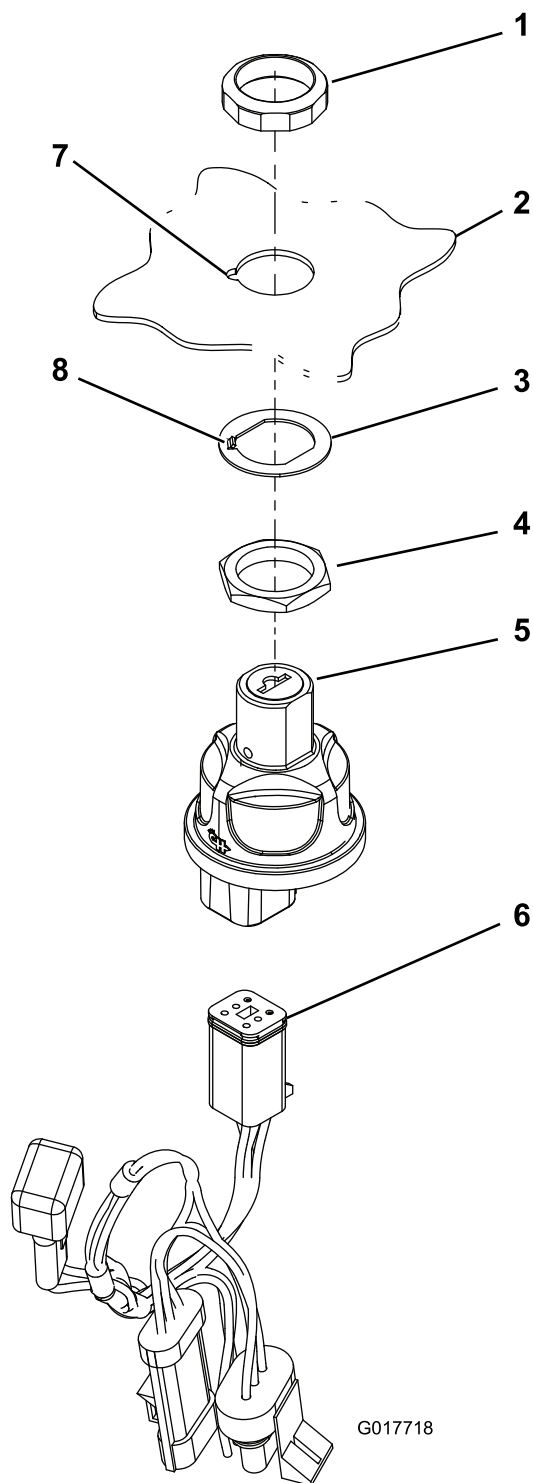

Figura 2
1. Fijaciones (5)
8. Instale el conjunto del interruptor de encendido nuevo, según se muestra en Figura 2.
Nota: Asegúrese de alinear la pestaña de la arandela con la ranura del panel de control (Figura 2).
10. Conecte el conector del arnés de cables del interruptor de encendido nuevo al interruptor de encendido nuevo (Figura 2).
9. Conecte el arnés de cables del interruptor de encendido nuevo (Figura 2) al conector del arnés de